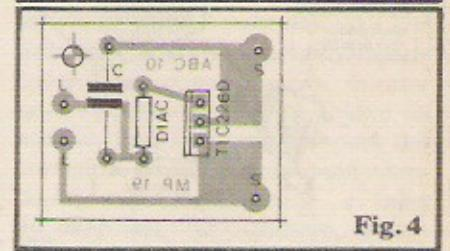

Fig. 4
- FIG. 4 - Placa agora vista pelo lado não cobreado, todas as principais peças (menos o LDR) colocadas. Notem alguns pontos IMPORTANTES: o capacitor não tem seu valor discriminado, justamente por tratar-se de peça condicionada à tensão da rede local C.A. No "chapeado", então, "chamamos" o dito cujo apenas de CAPACITOR "C", mas na "vida real", seu valor deverá ser de $100\text{n} \times 400\text{V}$ se a rede for de 110V , ou de $47\text{n} \times 400\text{V}$, se a rede for de 220V ... NÃO ESQUECER DISSO! O DIAC não tem polaridade, podendo ser ligado "daqui pra lá ou de lá pra cá", sem problemas...). Já o TRIAC tem terminais específicos e identificados e não pode ser ligado invertido... NOTEM que a sua lapa metálica, na montagem, deverá